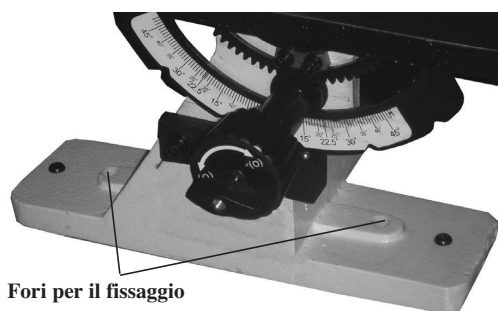

Fig. 01
4. Allineare la smerigliatrice sul banco secondo i fori e fissare l'attrezzo con 4 viti da M8 e dadi esagonali. (Vedi Fig. 01)